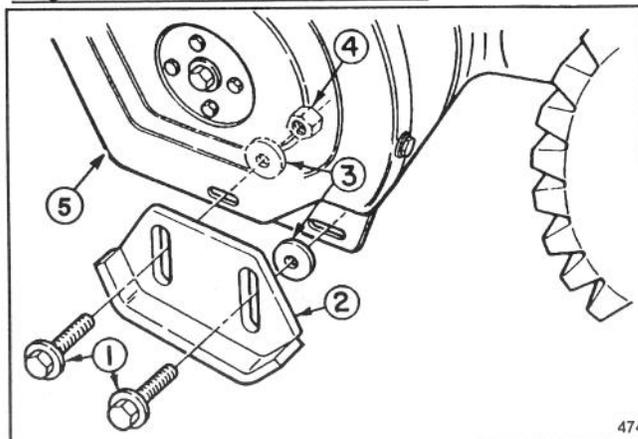

Figure 8
3. Retirez les deux (2) boulons à collerette et rondelles maintenant les extrémités de la lame racleuse sur les panneaux latéraux (Fig. 8). Remontez
les boulons dans les fentes arrière des patins. Montez les deux patins de manière à ce que les rondelles se trouvent entre les patins et les panneaux latéraux (Fig. 8). Ne serrez pas les boulons.
1. Nettoyez autour du bouchon du réservoir d'essence (fig. 8). Retirez ce bouchon et remplissez le réservoir d'essence sans plomb en laissant un espace de 13 mm. Remplacez le bouchon du réservoir. Le réservoir peut contenir 3,8 litres d'essence.